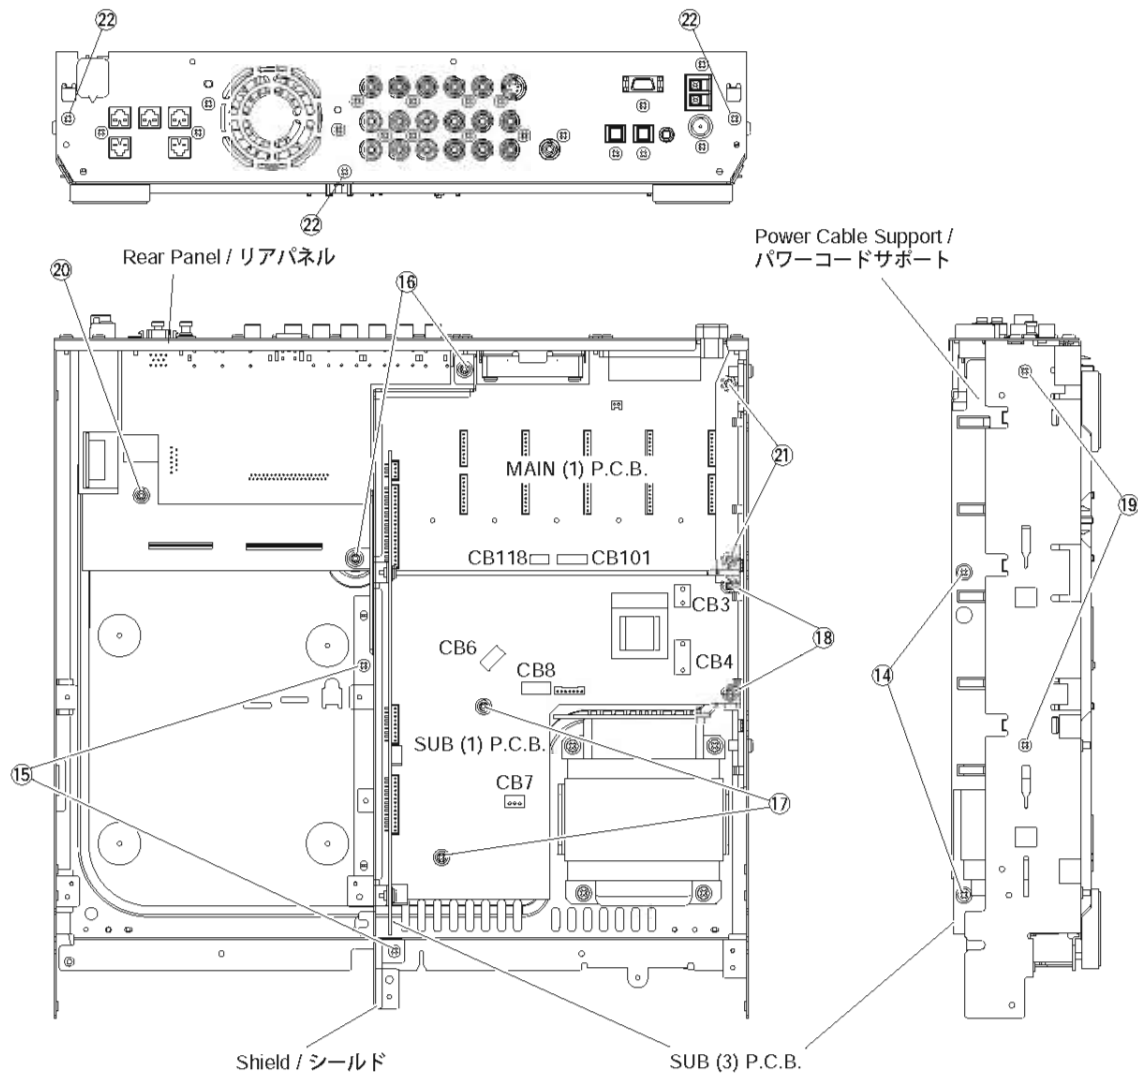

Fig. 7
**8. Removal of SUB (3) & SUB (1) P.C.B.**
- Remove 2 screws ( 14 ) in Fig. 7.
- Remove 2 screws ( 15 ) and 2 screws ( 16 ) and then remove the Shield in Fig. 7.
- Remove the SUB (3) P.C.B. in Fig. 7.
- Remove 2 screws ( 17 ) and 2 screws ( 18 ) in Fig. 7.
- Disconnect the connectors CB3, CB4, CB6, CB7, CB8, CB101 and CB118 in Fig. 7.
- Remove the SUB (1) P.C.B. in Fig. 7.
**8. SUB (3) & SUB (1) P.C.B.の外し方**
- 14のネジ2本を外します。(Fig. 7)
- 15のネジ2本、16のネジ2本を外し、シールドを外します。(Fig. 7)
- SUB (3) P.C.B.を外します。(Fig. 7)
- 17のネジ2本、18のネジ2本を外します。(Fig. 7)
- コネクタCB3、CB4、CB6、CB7、CB8、CB101、CB118を外します。(Fig. 7)
- SUB (1) P.C.B.を外します。(Fig. 7)
- Remove 2 screws ( 19 ) and then remove the Power Cable Support in Fig. 7.
- Remove 1 screw ( 20 ) and 2 screws ( 21 ) in Fig. 7.
- Remove 3 screws ( 22 ) in Fig. 7.
- Remove the MAIN P.C.B. with the Rear Panel attached to it in Fig. 7.
- 19のネジ2本を外し、パワーコードサポートを外します。(Fig. 7)
- 20のネジ1本、21のネジ2本を外します。(Fig. 7)
- 22のネジ3本を外します。(Fig. 7)
- リアパネルが付いた状態でMAIN P.C.B.を外します。(Fig. 7)